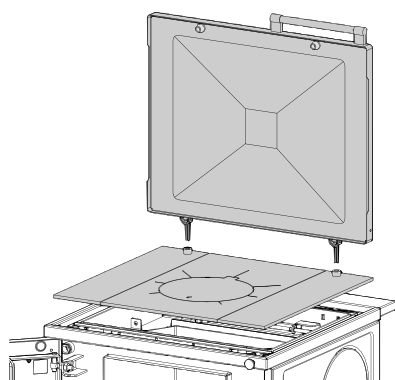

Fig. 11 Couvercle isolant et de la table de cuisson
- a) Retirer le couvercle isolant (accessoires sur demande) – Fig. 11.
- b) Déposer et nettoyer la table de cuisson – Fig. 11.